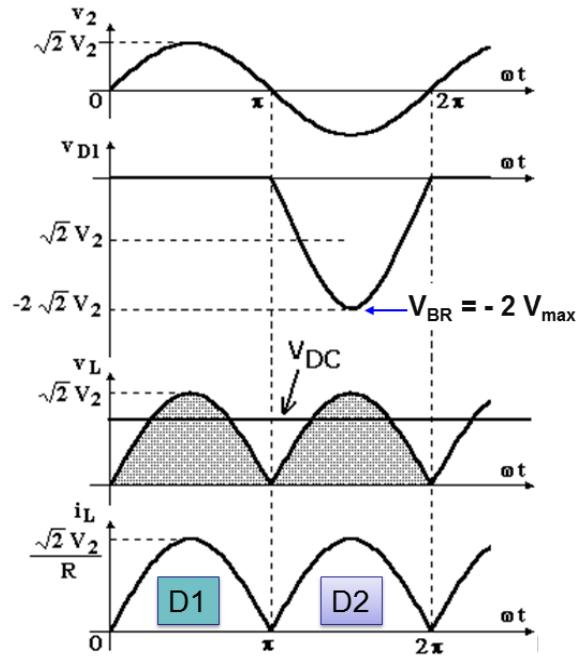

Figura 2.
**Questão 2** – Sejam as formas de onda da Figura 2, onde o valor eficaz de  $v_2$  é de 110 V. A frequência do sinal de entrada é de 60 Hz (concessionária de energia, CEMIG). A carga R é de 47 ohms, 200 W. Os diodos apresentam uma queda de tensão direta  $V_F = 1,0$  V.